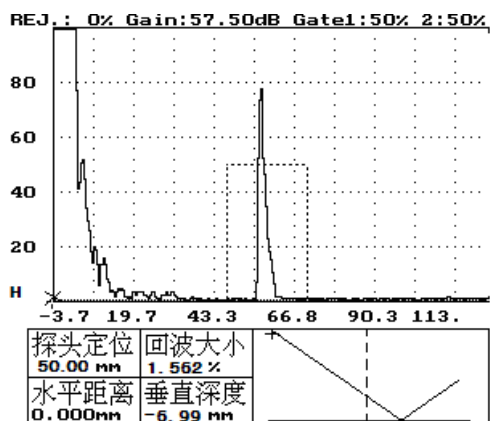

图 22-4
- B、按退出键——放弃新输入的探头定位数值，探头定位参数恢复原有数值，在屏幕下方会显示的工件剖面图，并在图中显示出一条声波在工件中的传播路线，同时在屏幕的波形及工件剖面中的声线上各显示出一个定位光标，并且在屏幕的左侧显示出对应于工件剖面中的声线上“+”光标处的各种参数数值。如图 22-4 所示。